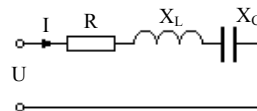

Рис. 8.3
**3. Исходные данные.** К источнику переменного тока с напряжением  $U$  подключена цепь с последовательно соединенными активным сопротивлением  $R$ , индуктивным  $X_L$  и емкостным  $X_C$  (рис. 8.3, табл. 8.3).